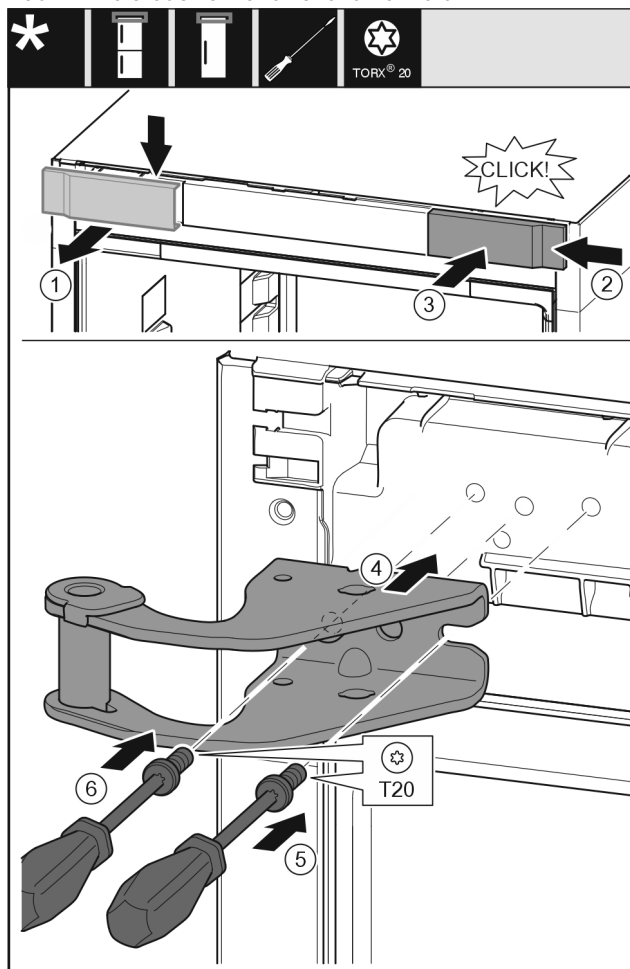

Fig. 9
- Odoberte kryt zhora dopredu. Fig. 9 (1)
- Kryt zaveste na druhú stranu sprava otočený o 180°. Fig. 9 (2)
- Kryt zaklapnite. Fig. 9 (3)
- Nasadte hornú ložiskovú konzolu. Fig. 9 (4)
- Skrutku nasadte a pevne zaskrutkujte skrutkovačom T20. Fig. 9 (5)
- Skrutku vložte a pevne zaskrutkujte skrutkovačom T20. Fig. 9 (6)